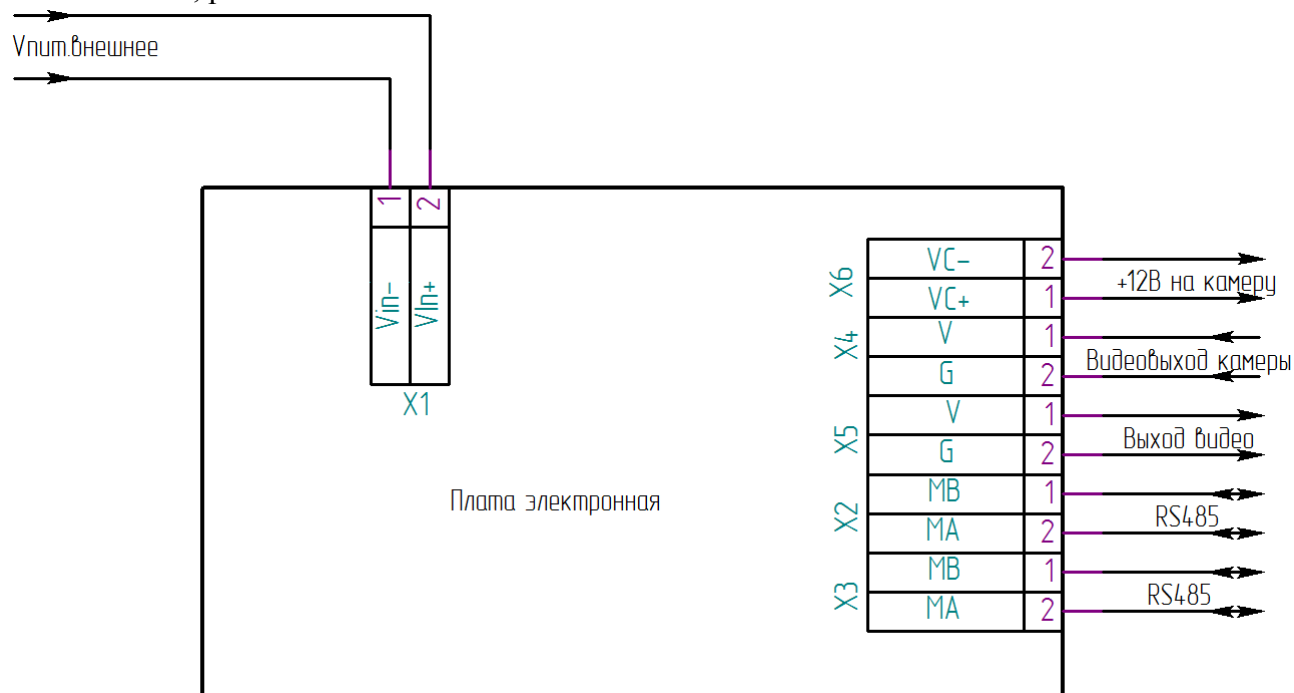

Рисунок 7 – Схема подключения термокожуха
- Осуществить монтаж соединительного кабеля в кабельном вводе в соответствии со схемой подключения, рис. 7.